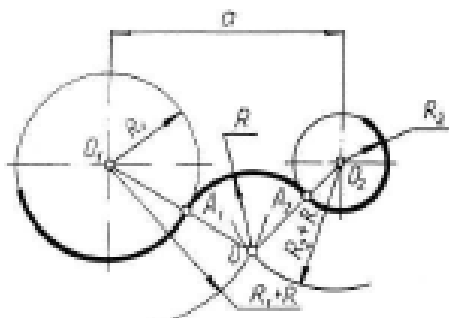

Рисунок 3.
*Внешнее сопряжение двух окружностей дугой заданного радиуса.* Из точки  $O_1$  провести вспомогательную дугу радиусом  $R + R_1$ , а из точки  $O_2$  дугу радиусом  $R + R_2$ . При пересечении получится точка О, центр сопряжения. Соединить точку О с точками  $O_1$  и  $O_2$  найти точки сопряжения на заданных окружностях  $A_1$  и  $A_2$ . Из точки О провести дугу радиусом сопряжения R от точки  $A_1$  до точки  $A_2$ , рисунок 3.